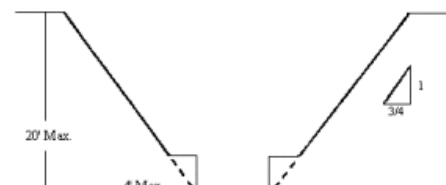

Fig 6 Inclinación con banqueo
- La inclinación también puede utilizarse como un sistema por sí mismo o junto con el banqueo (fig. 6).